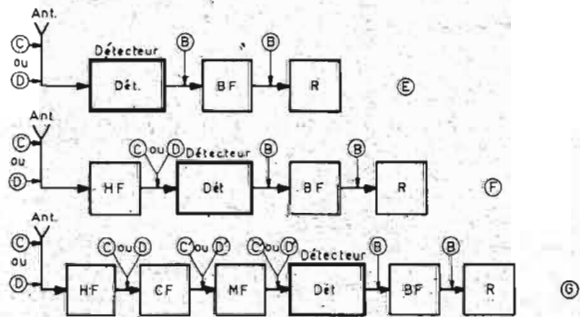

FIG. 3
La composition essentielle d'un récepteur peut être l'une de celles indiquées par la figure 3, mais il en existe d'autres, les récepteurs indiqués étant les plus répandus actuellement, surtout celui représenté en G.
Passons au récepteur représenté en (F) figure 3. Il ne diffère du précédent que par l'amplificateur HF placé avant le détecteur et, tout comme celui de l'émetteur, amplifiant le signal fourni par l'antenne avant que celui-ci soit appliqué au détecteur.
Avant de passer au récepteur (G) figure 3, qui est un récepteur dit « à changement de fréquence », ou encore « superhétérodyne », donnons encore quelques détails sur la forme des signaux.
Dans ce montage (G) figure 3, on retrouve encore l'antenne et l'amplificateur HF du montage précédent, avec les signaux (C) ou (D) à la fréquence f_h . Le circuit suivant n'est pas le détecteur mais un circuit CF nommé changeur de fréquence qui, recevant un signal HF à la fréquence élevée f_h donne à la sortie un signal également à HF dit moyenne fréquence ou fréquence intermédiaire MF ou FI, en abrégé, qui est modulé de la même manière que le signal HF d'entrée.
Revenons au récepteur G figure 3.
Le montage de ces deux variantes comprend un transformateur T qui transmet au détecteur le signal à la fréquence f_h (montages E et F figure 3) ou le signal à la fréquence f_m (montage changeur de fréquence, G fig. 3).